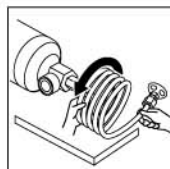
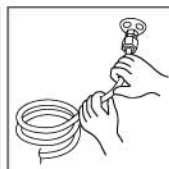
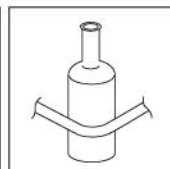

図1
図2
図3
- 銅パイプの長さは2mです。容器は、感知ノズルから2m以内のしっかりした壁または柱に取付位置を決めてください。(図1及び図2参照)
- 銅パイプを伸ばす際には、平らな床面等に容器を横倒しにした状態で感知ノズルを押さえ、先端から必要な長さだけの銅パイプを矢印の方向に回しながら伸ばしてください。(図1参照)
(図2及び図3参照)